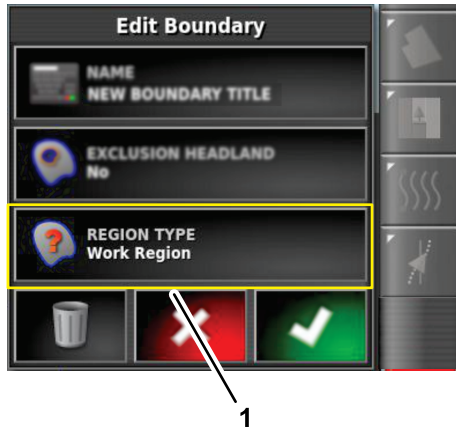

Bild 63
1. Tippen Sie im Dialogfenster Feldgrenzen bearbeiten auf das Symbol REGIONTYP (Bild 63).